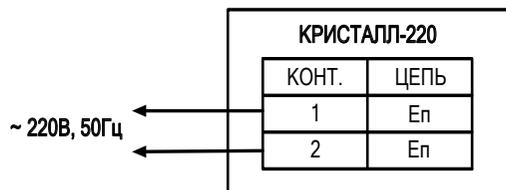

Рис.1. Схема подключения.
3.2. Подключение изделия должно выполняться в соответствии со схемой (рис.1.) при отключенном напряжении питания.